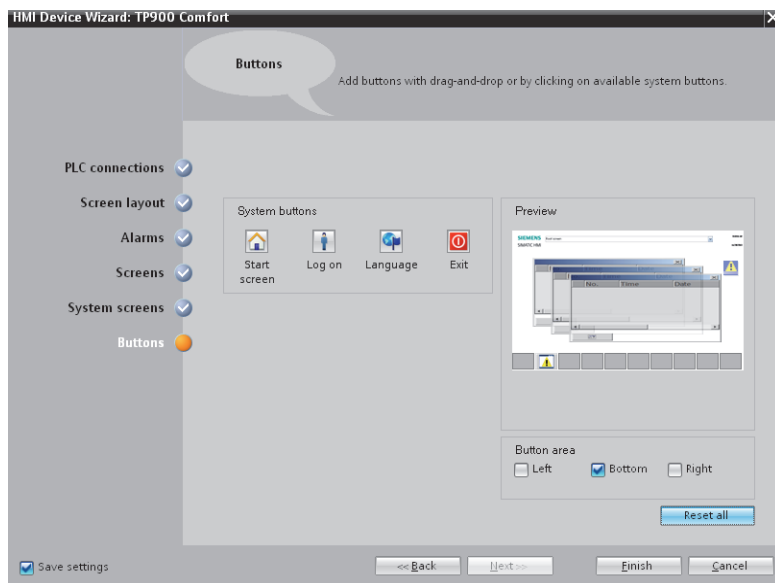

Рис. 1.33. Добавление кнопок на панель
– добавьте «Start screen» и кнопки «Exit» и закройте конфигурацию операторской панели нажав кнопку «Finish» (рис. 1.33);